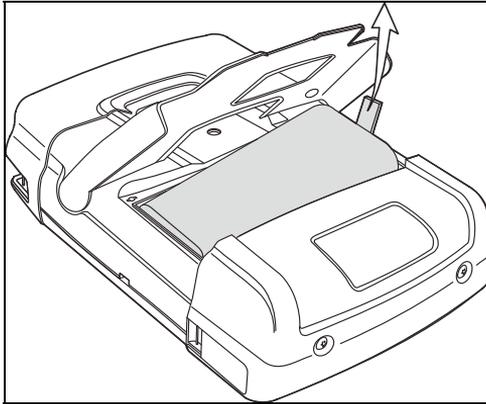

Figura 49. Remoção da bateria
5. Levante um lado da bateria e retire-a (Figura 49)